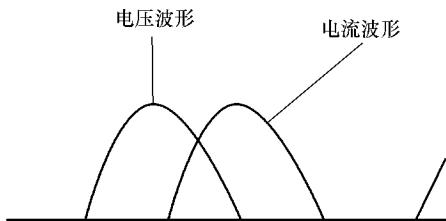
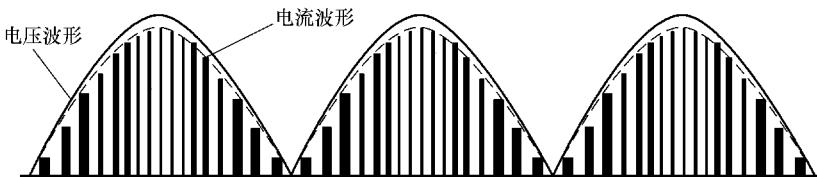

图 4-4 PFC 电路之前的电压、电流波形
图 4-5 斩波之后电压、电流波形
PFC 电路的核心元器件为 UF901，该集成电路是典型的有源 PFC 芯片，它既具有相位校正功能，又同时具有 OCP/OVP/OTP 三种保护功能。图中 RF926 为过零检测电阻。UF901③脚为电压电流相位校正脚，⑦脚为输出到斩波管的激励脉冲，经过快速放电电路 DF903、RF920 驱动 QF902 工作，RF905 是限制 QF902 棚—源极初始充电的限流电阻。工作过程如下：在激励脉冲上升沿；DF903 截止，激励脉冲经 RF905 对棚—源充电，形成棚—源电场，斩波管迅速导通。在激励脉冲平顶持续时间，由于电场的持续导通维持，此时导通呈阻性。在激励脉冲下降沿，通过 DF903 导通快速放电，斩波管快速关断，完成一个斩波周期。通过斩波后的电流与电压相位基本一致方波电压，该电压经二极管 DF902 整流、CF903、CF916 滤波后，输出 380V 的直流电压（PFC 电压）供后级开关电源使用。图 4-4 所示为 PFC 电路之前的电压、电流波形，图 4-5 所示为斩波之后电压、电流波形。